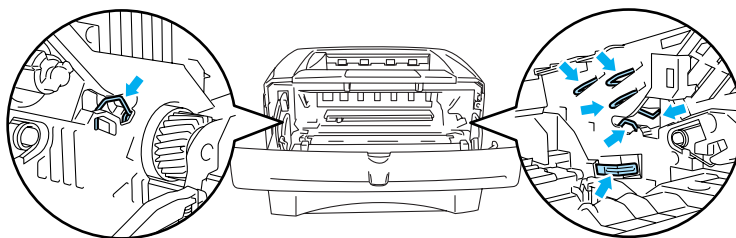

Figura 5-5
- Non toccare gli elettrodi mostrati nella figura 5-5 per evitare di danneggiare la stampante con l'elettricità statica.